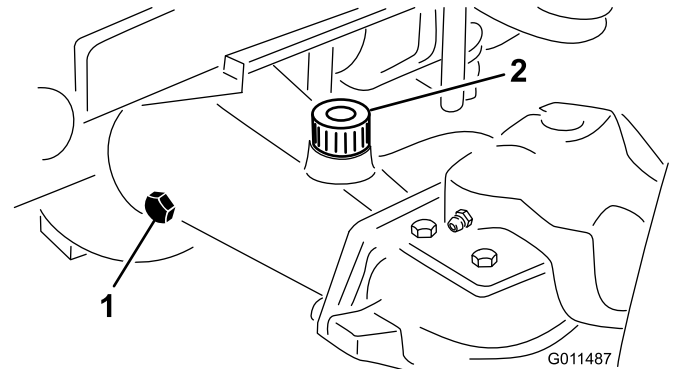

Figura 61
2. Retire un tapón de verificación de un extremo del eje y asegúrese de que el lubricante llega al borde inferior del orificio (Figura 61).